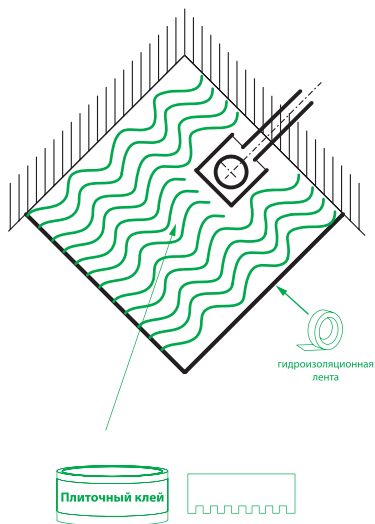

Рис. 13/13-сур.
3. Подготовьте рабочую зону: наклейте гидроизоляционную ленту по краям ниши и шпателем выложите цементный клей по ее периметру. Рисунок 13.